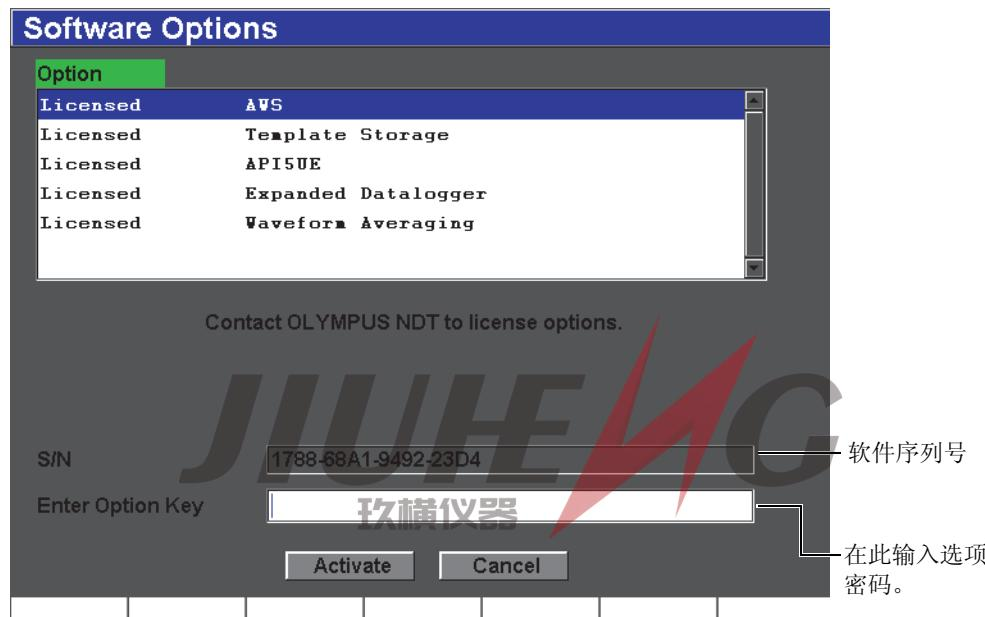

图 12-1 选项编码输入对话框
- 选择**Inst Setup**（仪器设置）>**Software Options**（软件选项），打开**Software Options**（软件选项）设置页，如第 222 页的图 12-1 所示。
- 使用虚拟键盘，在 **Enter Option Key**（输入选项编码）栏区输入激活编码（参见第 222 页的图 12-1）。